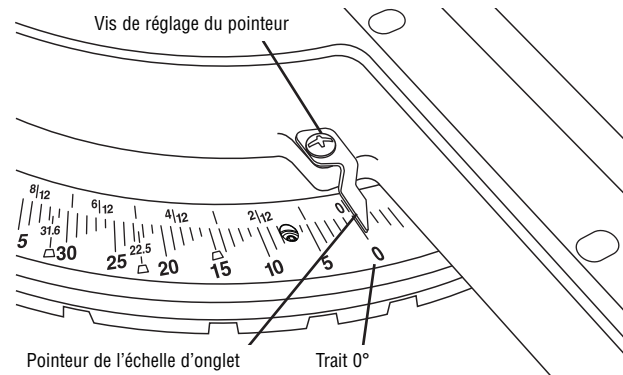

Figure 20. Réglage de l'échelle d'onglet
2. Élevez l'ensemble de tête pour le mettre dans la position la plus haute (UP).
3. Desserrez la vis de réglage du pointeur qui tient le pointeur de l'échelle d'onglet en place (voir Figure 20).